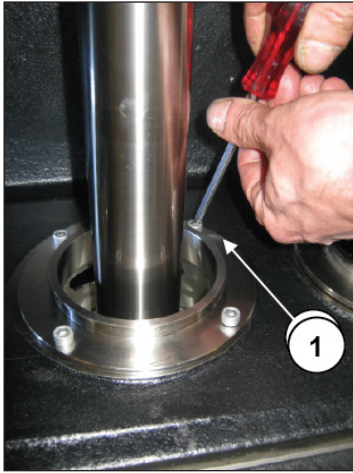

Fig. 157
Retire o fole e solte os quatro parafusos de fixação M6 das três flanges do fole (pos. ①, Fig. 157).